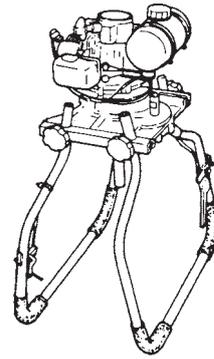

Fig. 14
- 2) Når man folder håndtagene nedad, fungerer de som opbevaringsstativ. (Fig. 14)